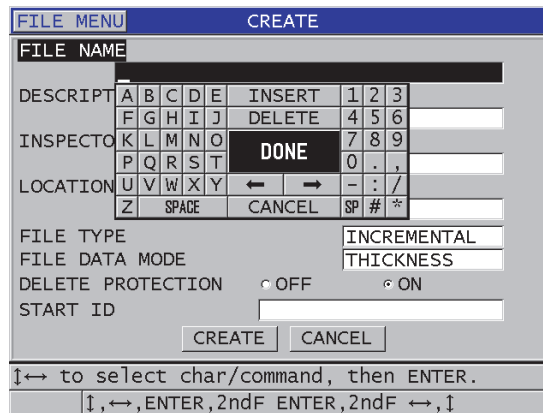

Figura 11-3 Pantalla CREAR
3. En la pantalla **CREAR** (ver Figura 11-3 en la página 194):
- g) Determine el modo **PROT. CONTRA BORR. [DELETE PROTECTION]** a **ACTIVADO** (ON) o **APAGADO** (OFF).